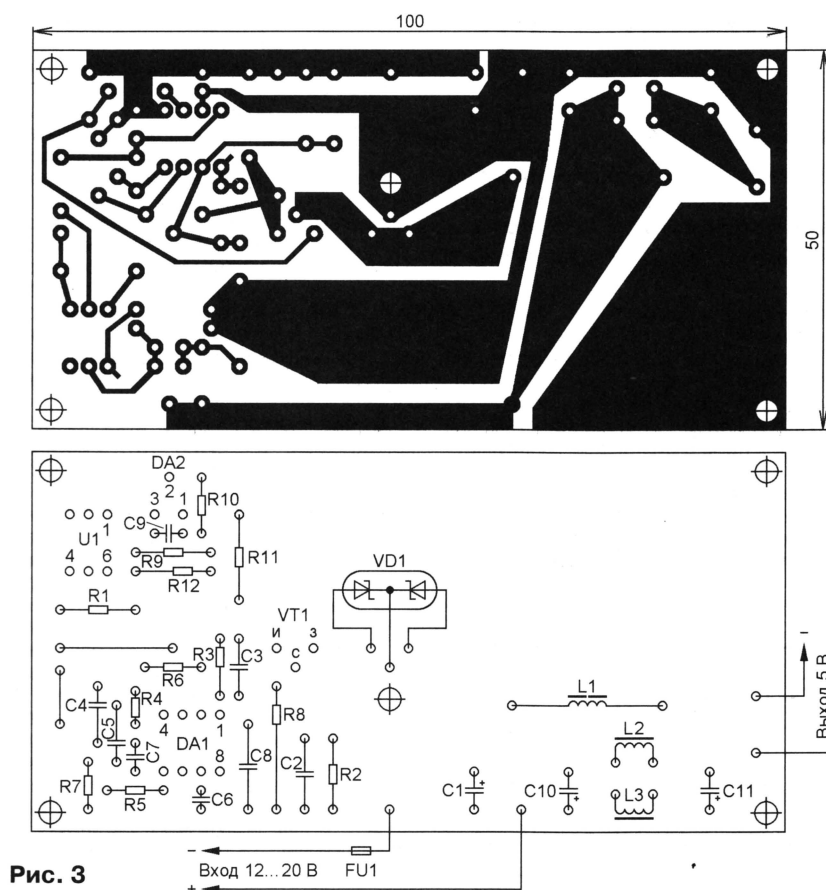

Рис. 3
**Конструкция и детали.** Устройство смонтировано на печатной плате из односторонне фольгированного стеклотекстолита (рис. 3). ШИ-контроллер DA1 установлен на панели для микросхем в корпусе DIP-8. Коммутующие транзистор VT1 и диодная сборка VD1 закреплены на игольчатом теплоотводе размерами  $50 \times 52,5 \times 15$  мм (транзистор — через изолирующую прокладку и втулку для винта). Теплоотвод электрически соединен с плюсовым выводом источника питания, поэтому недопустимо его замыкание с другими элементами, за исключением общего катода диодов сборки VD1. Оптод AOT128A (U1) можно заменить на AOT128B, AOT128V или импортный 4N35. Микросхему KP142EH19 (DA2) можно заменить импортным аналогом TL431ILP. Сборку диодов КД636БС (VD1) можно заменить на КД238БС, ВУ118-40. Дроссель L1 применен ДФ-2 промышленного изготовления, но его можно изготовить самостоятельно. В последнем случае следует учесть, что немагнитный зазор составлен из двух термостойких прокладок половинной толщины на боковых стержнях магнитопровода. После склеивания половин магнитопровода на готовом дросселе устанавливают корот-